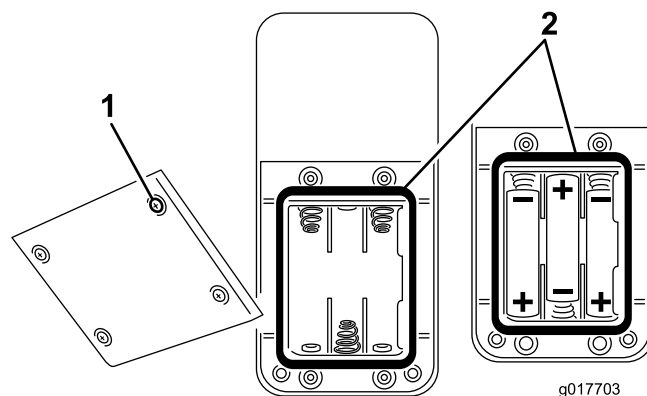

Figura 34
2. Se instalar as baterias num compartimento vazio, instale três baterias AAA novas. Certifique-se de que coloca as baterias como se mostra em Figura 34.
3. Se substituir baterias usadas, retire as baterias velhas e instale baterias AAA novas. Certifique-se de que coloca as baterias como se mostra em Figura 34.